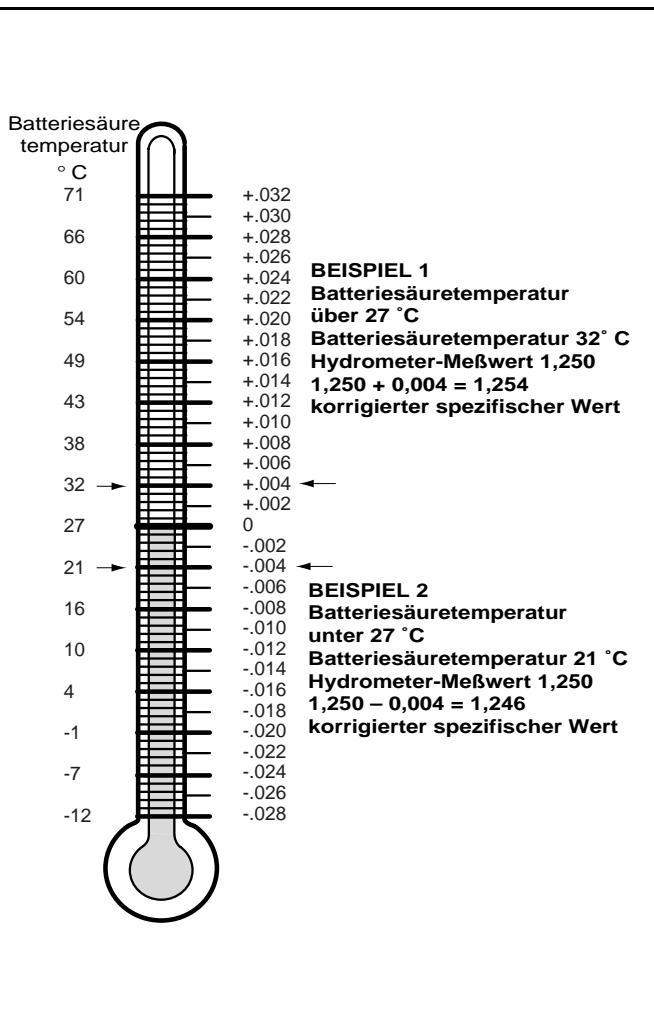

Abb. 54 Hydrometer-Temperaturkorrektur
4. Alle 6 °C über oder unter 27 °C jeweils 4 Punkte (0,004) addieren oder subtrahieren. Den Meßwert auf die Batteriesäuretemperatur abstimmen. Beispiel: Wenn die Messung ein spezifisches Gewicht von 1,250 bei einer Batteriesäuretemperatur von 32 °C ergibt, sind vier Punkte (0,004) zu 1,250 zu **addieren**. Das Meßergebnis ist ein korrigierter Wert von 1,254. Falls die Temperatur 21 °C betrug, vier Punkte von 1,250 **subtrahieren**, was einen korrigierten Wert von 1,246 ergibt (Siehe Abb. 54 auf Seite 32).